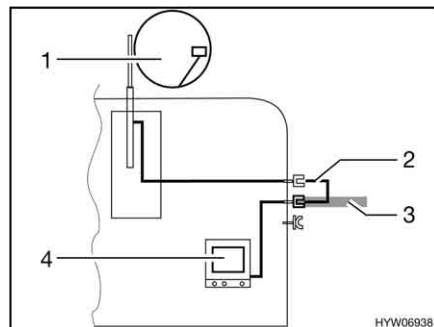

Fig. 191 TV en el vehículo
- TV en el vehículo (Fig. 191,4): Conexión a la antena del techo (Fig. 191,1) con el cable de conexión (Fig. 191,2)
- TV en el vehículo (Fig. 191,4): Conexión a antena externa (Fig. 191,3)